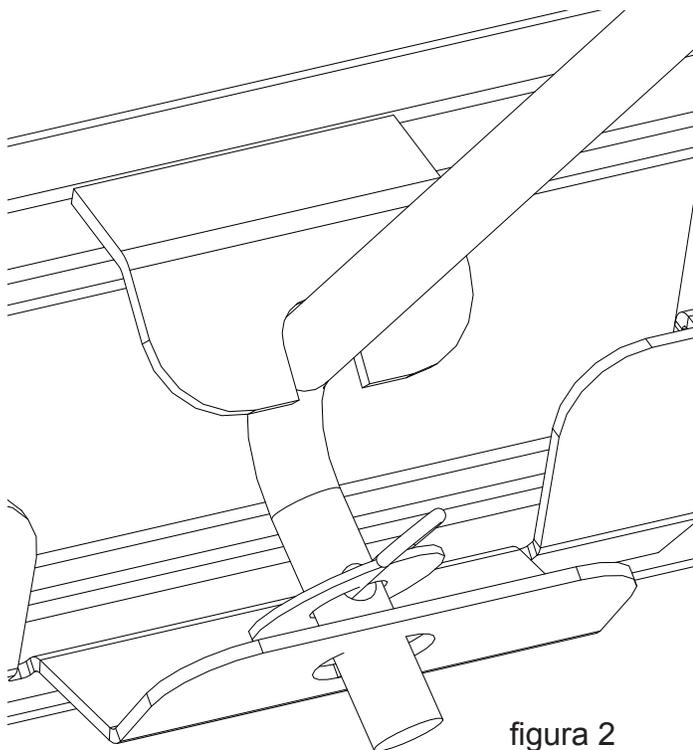

figura 2
Passo 1: Inserite l'estremità dell'asta nel supporto scorrevole e fissatela con un clip e una rondella (figura 2).